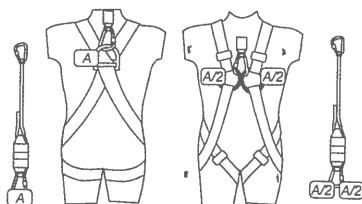

Fig.4
- Allongement de l'absorbeur d'énergie, facteur de chute 2 avec une masse de 100kg (Fig.4).